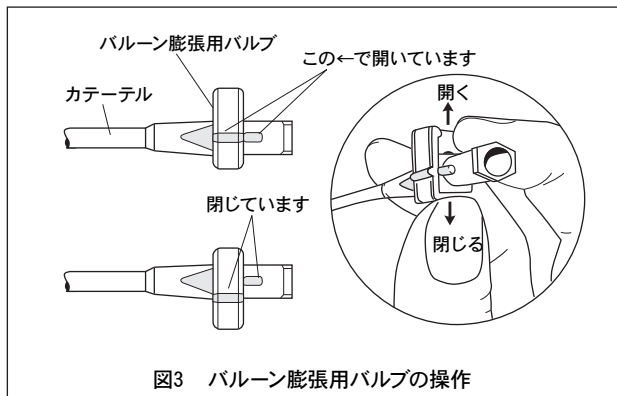

図3 バルーン膨張用バルブの操作
3. 付属のシリンジを用いて、炭酸ガスまたは空気でもバルーンを膨張容量（1.5mL）まで膨張させます（液体を使ってバルーンを膨張させないでください）。図3にバルーン膨張用バルブの操作法を示します。
してください（図3）。